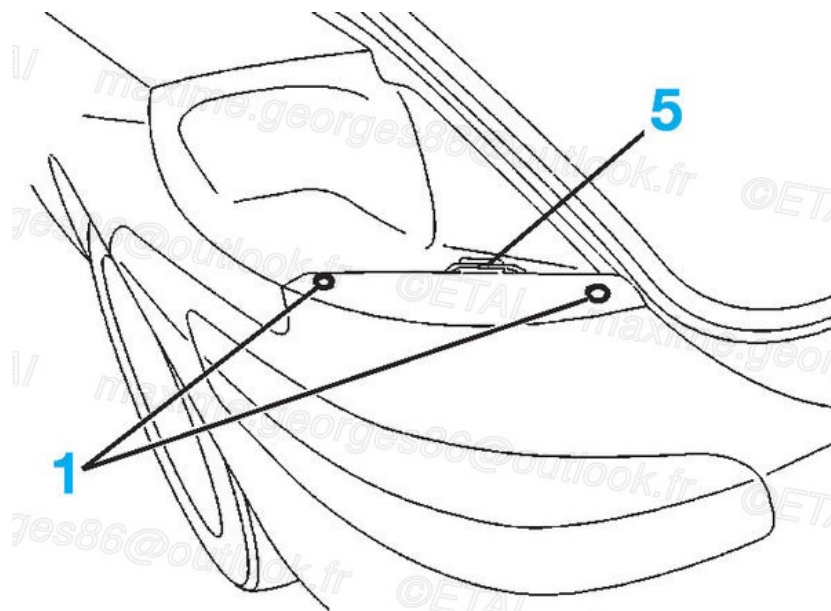

Fig.115
- les vis de fixation (1) du bouclier situées sous les feux (**Fig.115**)
- les fixations (5) situées sous les feux (**Fig.115**)